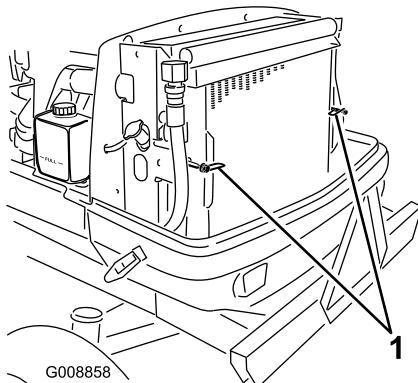

Figura 78
- Gire los enganches que sujetan el enfriador de aceite al bastidor (Figura 78).